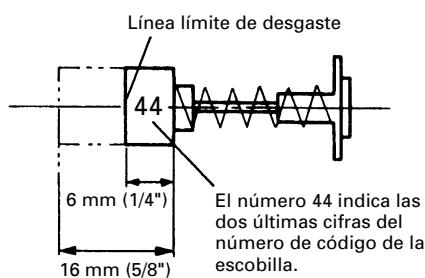

Fig. 26
2. Inspección las de escobillas (Figs. 26 y 27)
Por lo tanto, inspeccione periódicamente las escobillas y reemplácelas cuando se hayan desgastado hasta la línea límite mostrada en la Fig. 26.